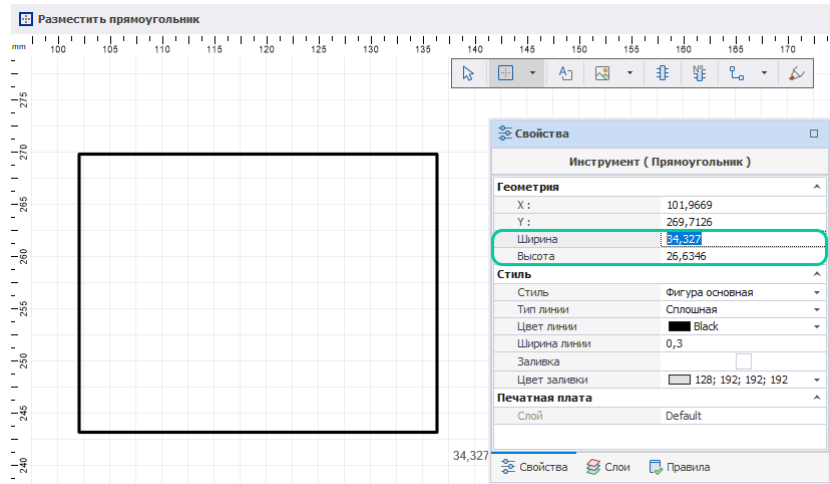

Рис. 305 Ввод параметров в панели «Свойства»
4. При построении фигуры размеры можно задать в панели «Свойства», для этого введите значение ширины и высоты в поле «Геометрия», Рис. 305.